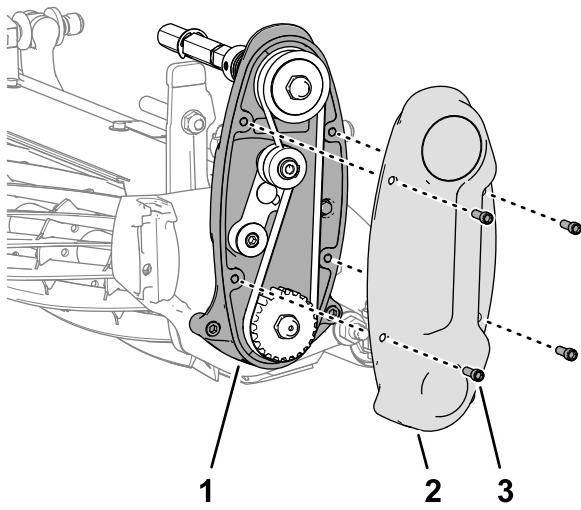

图 6
1. 拆下用于将盖子固定到滚刀驱动总成壳体的 4 个六角头螺丝图 6。